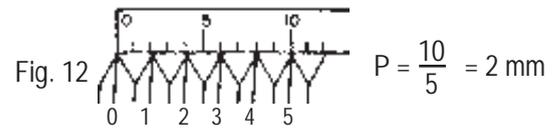

Fig. 12
b.- Con reglas (fig. 12, 13 y 14)